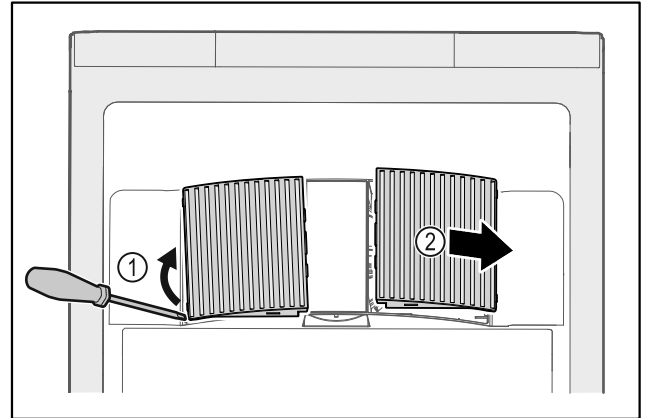

Fig. 141
- ▶ Estrarre con cautela i coperchi delle ventole dai lati Fig. 141 (1) e rimuoverli in avanti Fig. 141 (2).